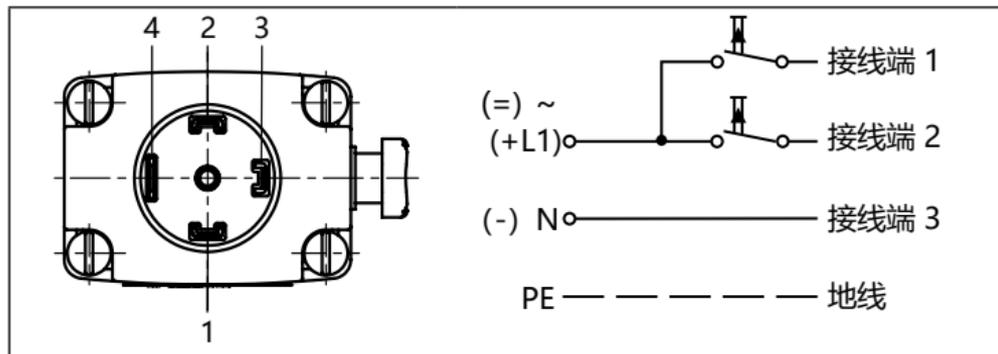

图 8: 电路图
- 按照“图 8: 电路图”中的方式连接脉冲阀（版本代码 CF 02）。接线端 1 上的脉冲用于关闭阀门，接线端 2 上的脉冲用于打开阀门。